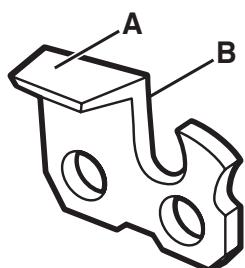

Fig. 16
2. Use una lima redonda con un diámetro 1.1 veces la profundidad del diente de corte. Asegúrese que el 20% del diámetro de la lima esté por encima de la placa superior del cortador (Fig. 16).